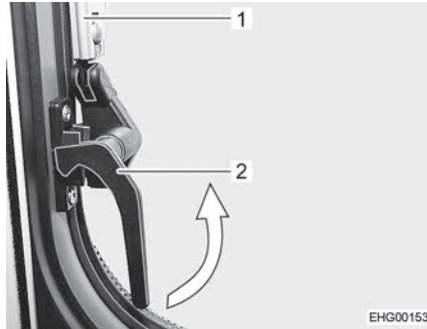

Fig. 29 Levier de verrouillage, latéral, (position "Fermé")
- Tourner les leviers de verrouillage latéraux (Fig. 29,2) d'un quart de tour en direction du centre de la fenêtre.
- Ouvrir la fenêtre projetante jusqu'au cran d'arrêt souhaité. Le bras automatique (Fig. 29,1) s'enclenche automatiquement.